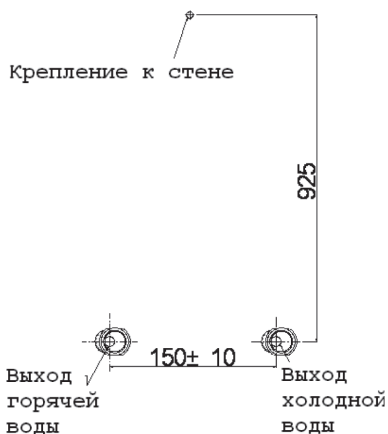

Рис. 6
3. Разметьте на стене положение отверстий для крепежа - линейкой отметьте расстояние по вертикали от центра выходов водоснабжения до центра крепления, равное 925 мм (рис.6) и просверлите отверстие.